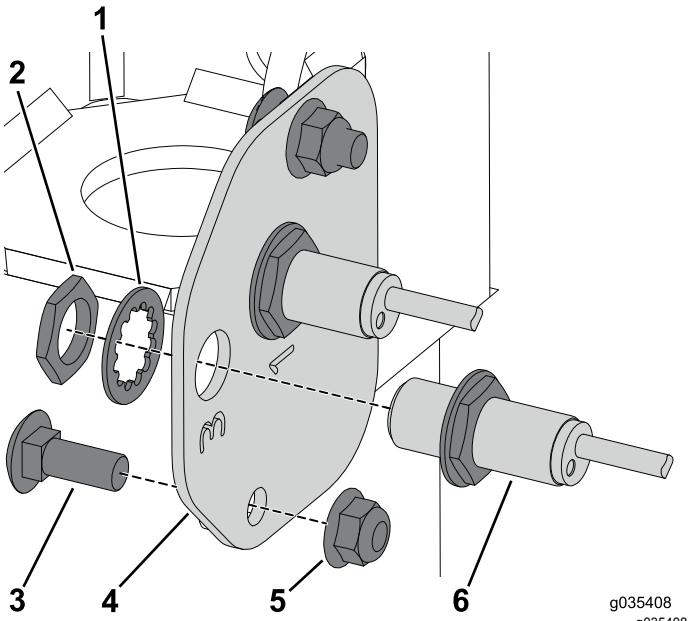

**Figura 2**
2. Desconecte el arnés de cables de todos los componentes, excepto los relés (Figura 2).
3. Retire los herrajes que fijan los componentes en el interior del compartimento (Figura 2).
4. Retire todos los componentes, excepto la alarma de audio del compartimento (Figura 2).